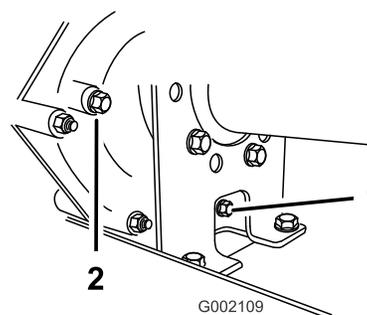
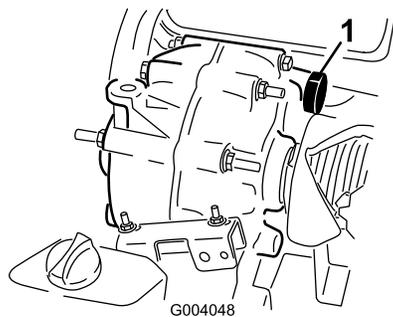

Figure 57
Figure 58
- Essuyez la surface autour des bouchons de remplissage et de vidange avec un chiffon (Figure 57).
- Dévissez et enlevez le bouchon de remplissage (Figure 57).
- Dévissez et enlevez le bouchon de vidange (Figure 57).
- Remettez et serrez le bouchon de vidange et le joint dans le trou de la transmission (Figure 57).
- Remplissez le réservoir (Figure 58) par le trou du bouchon de remplissage avec environ 1,4 litre de l'huile spécifiée ou la quantité d'huile nécessaire pour que le niveau d'huile atteigne le bas du filetage (Figure 57).
8. Remettez et serrez le bouchon de remplissage et le joint dans le trou de la transmission (Figure 57).
10. Contrôlez le niveau d'huile et faites l'appoint si le niveau est en dessous du filetage du trou du bouchon de remplissage (Figure 57).